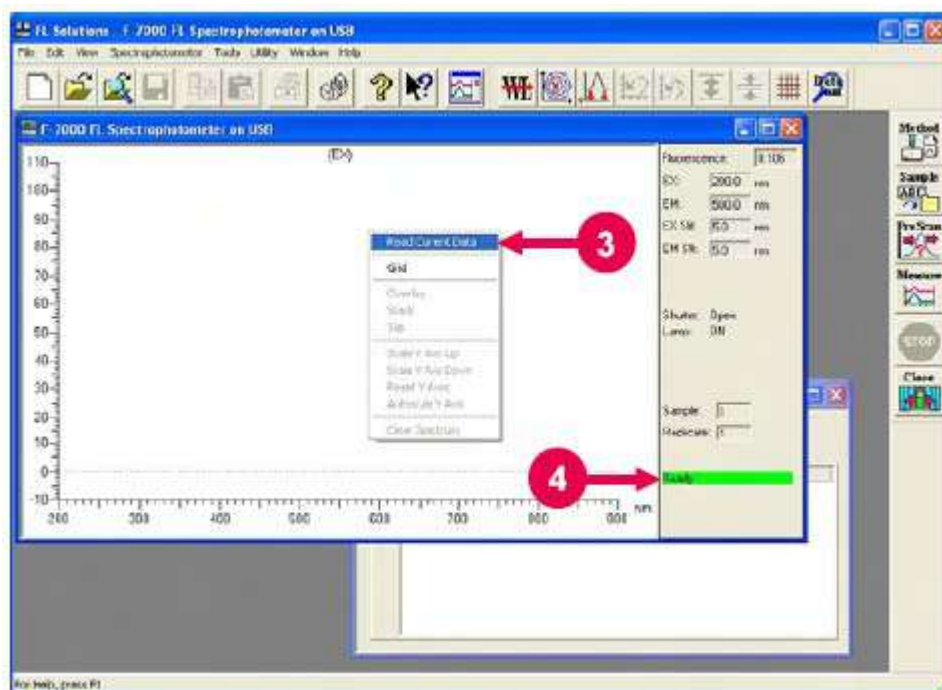

Рис. 7-53
- (3) Поместите указатель мыши в окно и нажмите правую кнопку. Появится контекстное меню. Выберите команду «Чтение текущих данных» (Read Current Data) из контекстного меню (Смотрите (3) на рис. 7-53). При этом фотометрическое значение и данные появятся в окне «Чтение данных».
При считывании данных, в области отображения сообщений последовательно будут появляться сообщения Параметры-Сканирование-Готовность (Parameter-Scanning- Ready) (смотрите (4) на рис. 7-53).